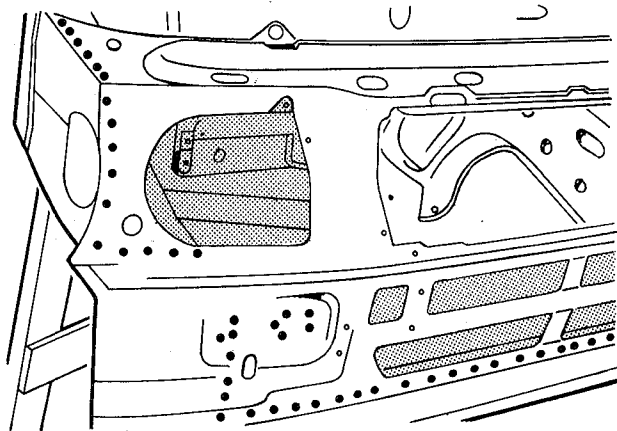

fig. 53
6. Fixar o painel dianteiro aos painéis da saia do pára-lama, com solda a ponto (fig. 53)